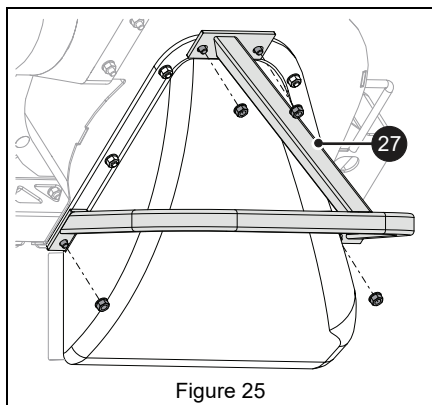

Figure 25
2. Positionner la protection de la souffeuse sur le plénum (élément 27) et la fixer à l'aide des écrous à embase retirés à l'étape 1. Voir Figure 25.